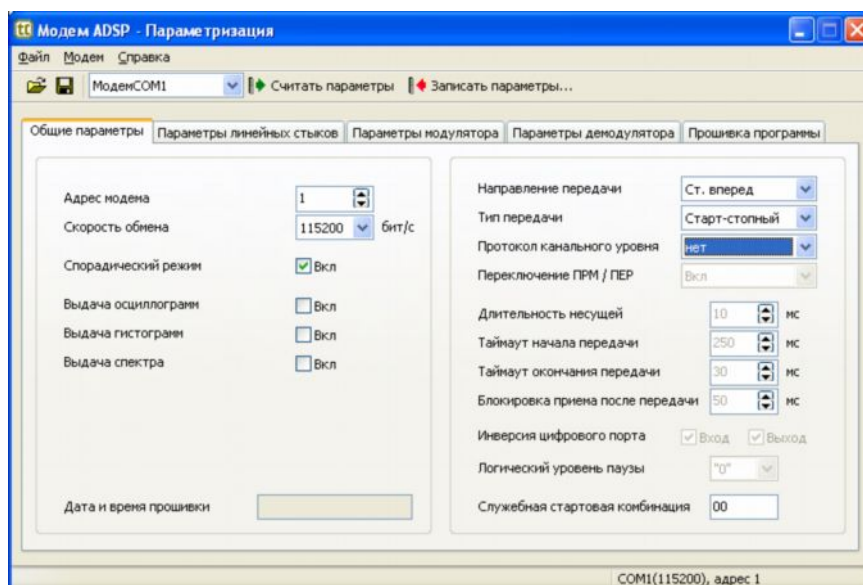

Рисунок 31 – Окно настройки параметров модема
5.6.1 Программа mtest.exe явно определяет директивы и выбирает из модема данные независимо от того, установлены ли для него параметрами опции выдачи осциллограммы, гистограммы и спектра (см. рисунок 31).
**ВНИМАНИЕ.** При измерении спектра сигнала тестовая программа явно запрашивает рассчитанные данные спектра. Гистограмма, в этом случае, выдается модемом (и отображается в нижней части окна справа) при установке соответствующей опции «Выдача гистограмм» – см. рисунок 31.
- «Скорость обмена» – 115200 бит/с (рисунок 31);